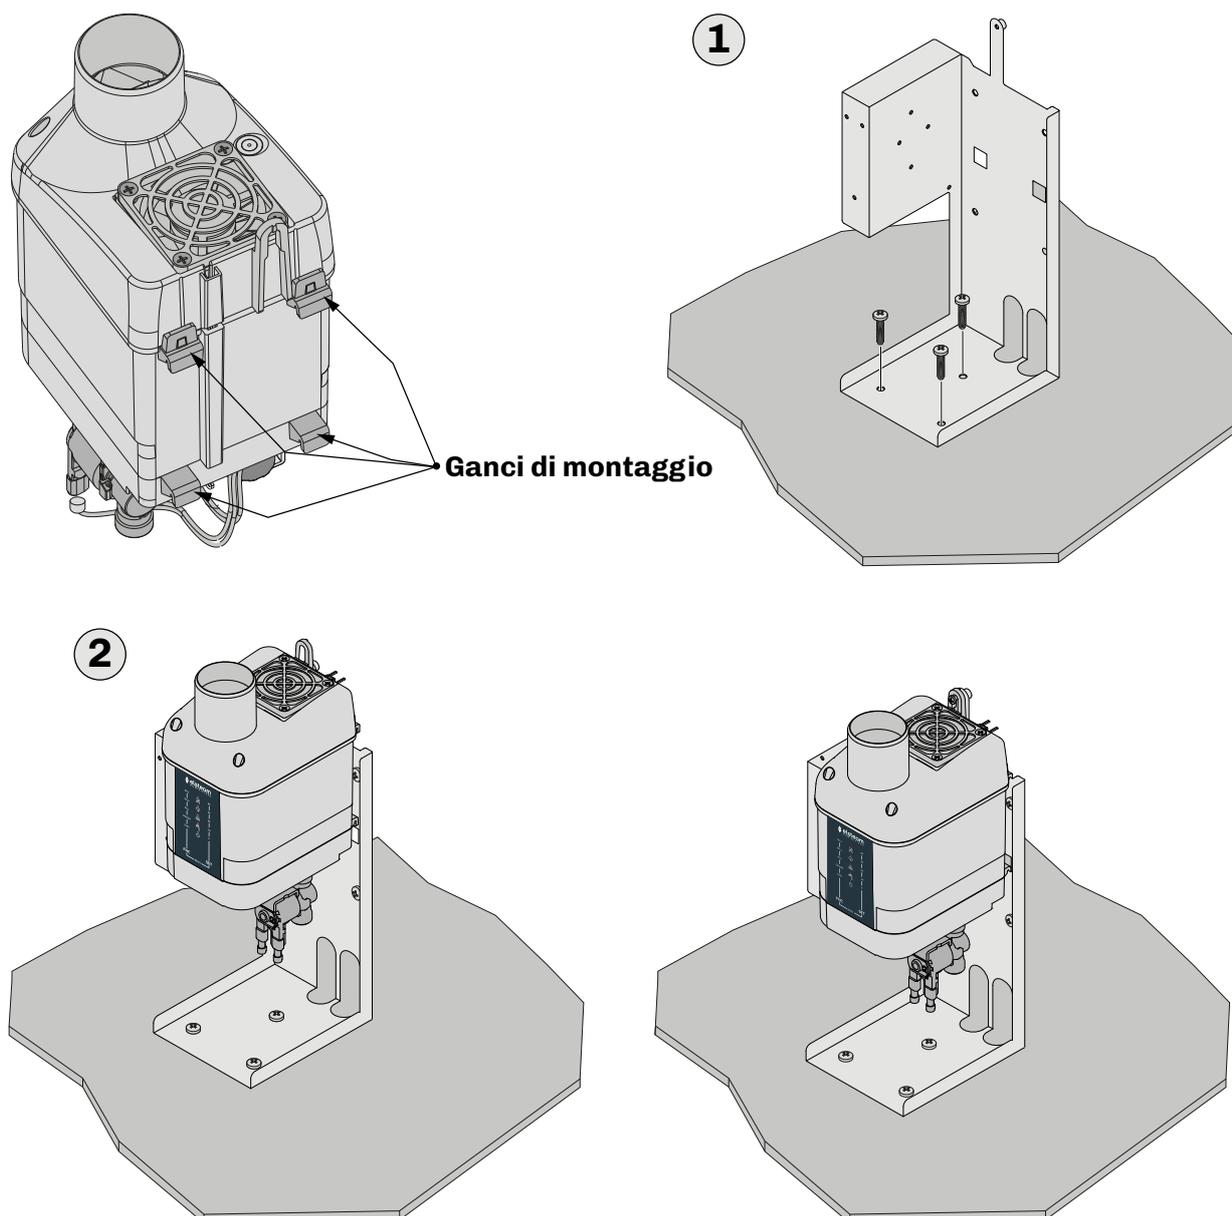

Fig. 11. Istruzioni di montaggio box su base d'appoggio
- Fissare il box alla base seguendo le istruzioni riportate nell'immagine **"FIG. 11. ISTRUZIONI DI MONTAGGIO BOX SU BASE D'APPOGGIO" A PAGINA 25** e le dimensioni dei fori e del box riportate nel sottocapitolo **"4.3.2 DIMENSIONI MISTRAL CON BOX" A PAGINA 18** (1);
- Agganciare l'umidificatore **Mistral** al box, assicurandosi che sia ben fissato (2);